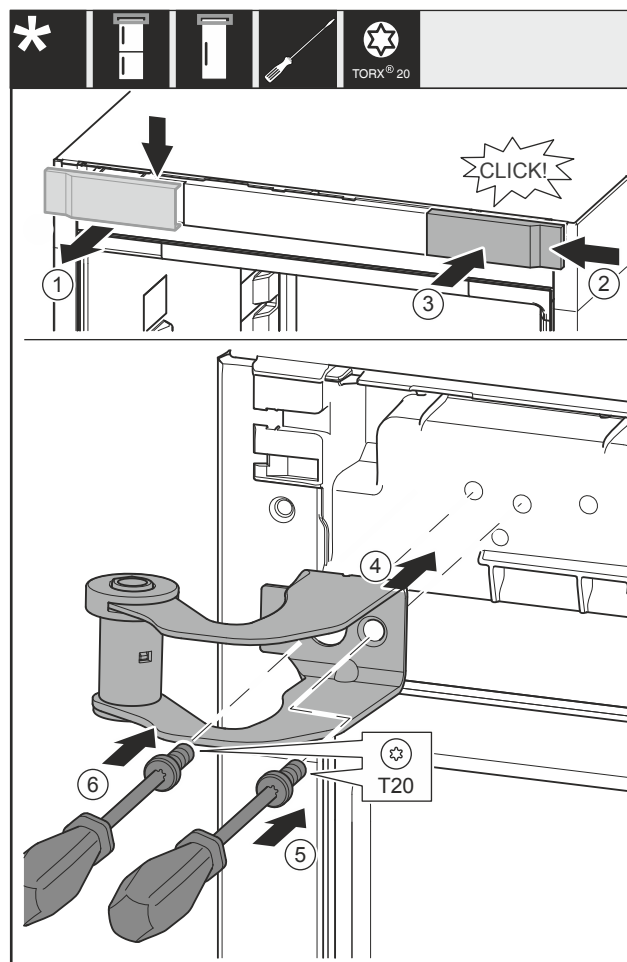

Fig. 13
- ▶ Снимите крышку Fig. 13 (1) сверху вперед.
- ▶ Навесьте крышку Fig. 13 (2), повернув ее на 180°, справа с другой стороны.
- ▶ Зафиксируйте крышку Fig. 13 (3).
- ▶ Установите верхний опорный кронштейн Fig. 13 (4).
- ▶ Затяните винт Fig. 13 (5).
- ▶ Затяните винт Fig. 13 (6).